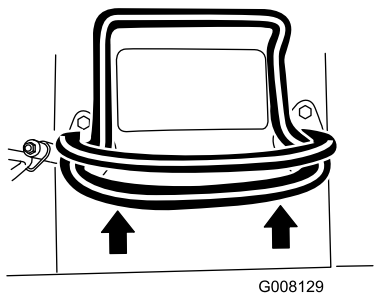

Figura 7
- Para desplazarse hacia adelante, mueva el control de tracción hacia adelante (Figura 7).